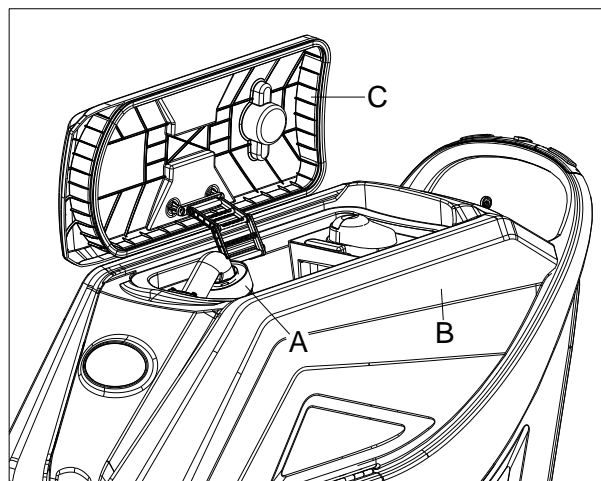
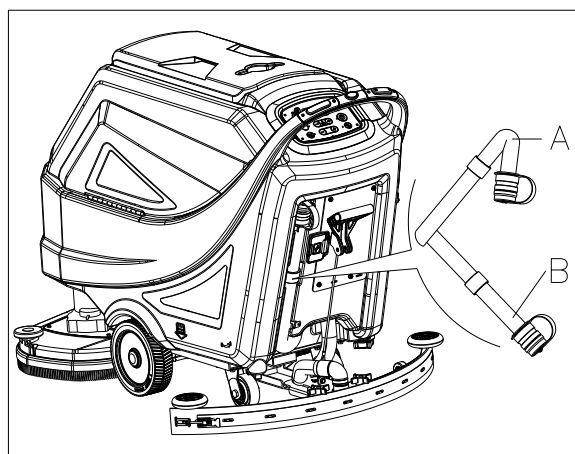

Рис. 16
Рис. 17
Автоматическая поплавковая система выключения (А, Рис. 16) блокирует вакуумную систему, когда бак грязной воды (В) полон. Дезактивизация вакуумной системы сигнализируется внезапным увеличением частоты шума двигателя вакуумной системы, а также не происходит сушка пола.
Если вакуумная система выключилась случайно (например, когда поплавок блокирует из-за внезапного движения машины), для возобновления работы: выключите вакуумную турбину, нажав на переключатель (50, Рис. 3), затем откройте крышку (С, Рис. 16) и проверьте, что поплавок внутри решетки (А) опустился ниже уровня воды. Затем закройте крышку (С) и включите вакуумную систему, нажав на переключатель (50, Рис. 3).
Если бак грязной воды (В, Рис. 16) заполнен, слейте из него воду в соответствии со следующей процедурой.
5. Слейте воду из бака грязной воды при помощи шланга (А, Рис. 17). Затем промойте бак (В, Рис. 16) чистой водой.
При сливе грязной воды, вакуумная трубка для грязной воды должна быть пережата (А, Рис. 17) и опущена в нижнее положение (В, Рис. 17), затем откройте крышку вакуумной трубки для грязной воды и слейте воду. Не направляйте выходное отверстие вакуумной трубки для отходов вверх, чтобы сливать воду вертикально. Это позволит избежать попадание отработанной воды на оператора.